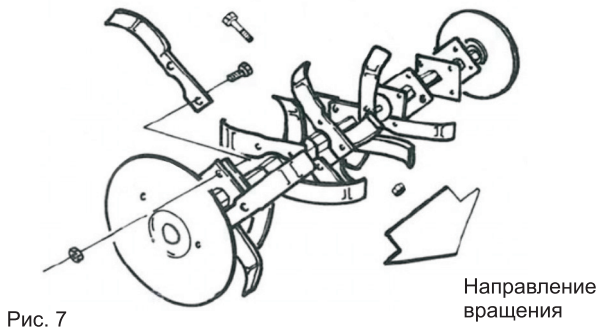

Рис. 7
5. Используя, поставляемые в комплекте, стопорные пальцы и шплинты соберите фрезы и установите на них защитные диски. Необходимо установить фрезы режущей кромкой вперед (Рис. 7).